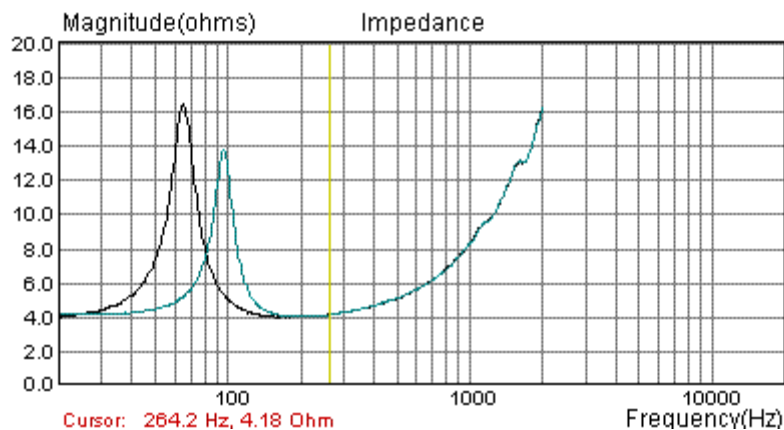

Ilustración 5.5 Curva de impedancia (la de la frecuencia de resonancia más alta se obtiene montando el altavoz en una caja cerrada)
3. una de las curvas (1 o 2) se ha de configurar como gráfico de superposición (como en la Ilustración 5.5),